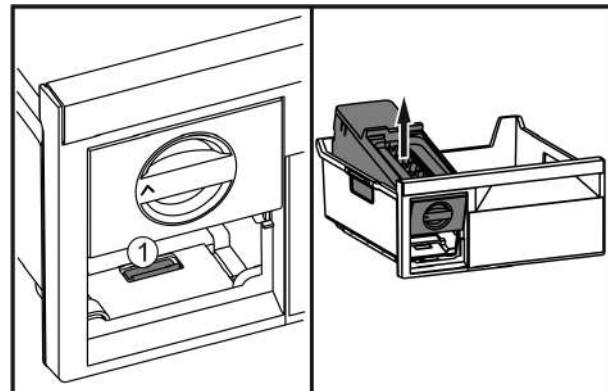

Fig. 39
- Натиснути на накладку Fig. 39 (1), EasyTwist-Ice підняти ззаду і витягнути з висувного ящика для заморожування.